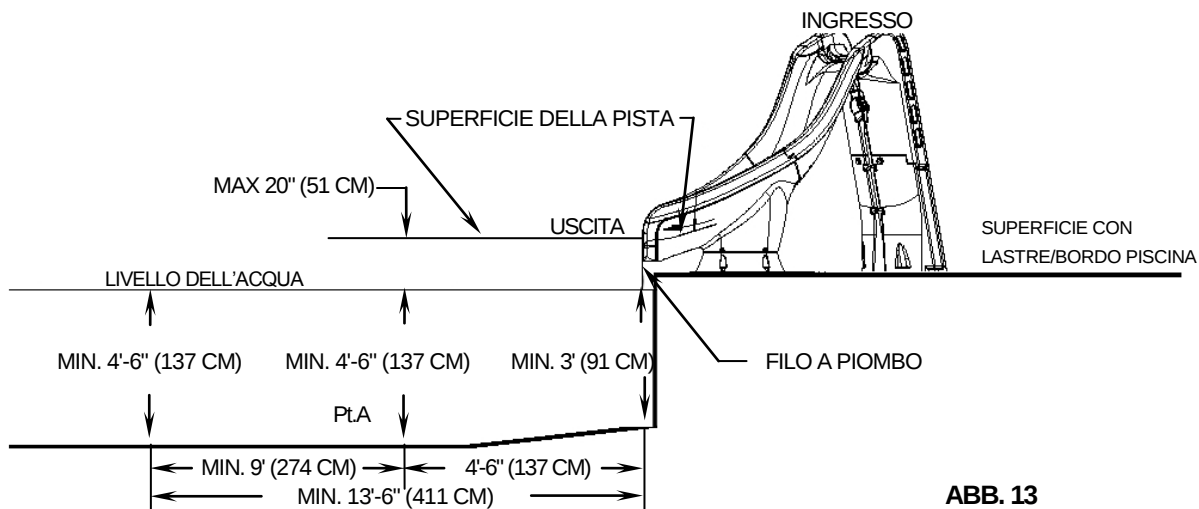

ABB. 13
1. Die für die Installation der Typhoon-Rutsche erforderlichen Abmessungsvoraussetzungen finden Sie in **ABB. 13 & 15**.
- A. Die Oberkante des Rutschbahnaustritts soll sich nicht mehr als einundfünfzig Zentimeter (51 cm/20 Zoll) über der Wasseroberfläche befinden (siehe **ABB. 13**).
- C. Die Mindestwassertiefe unterhalb der Austrittslippe der Rutsche muss einundneunzig Zentimeter (91 cm/3 Fuß) betragen und steigt bei Punkt A auf einen Meter und sieben Zentimeter (1,07 m/42 Zoll) an. Punkt A befindet sich in einem Abstand von einem Meter und siebenunddreißig Zentimetern (1,37 m/54 Zoll) von der Austrittslippe der Rutsche (siehe **ABB. 13**).
- D. Gemessen entlang der verlängerten Rutschbahnmittellinie muss von Punkt A aus bis zu einem Abstand von zwei Metern und vierundsiebzig Zentimetern (2,74 m/9 Fuß) eine Mindestwassertiefe von einem Meter und sieben Zentimetern (1,07 m/42 Zoll) eingehalten werden (siehe **ABB.13**).
6. Überprüfen Sie regelmäßig die Position des Rutschenaustritts wie in ABB. 13, 14 und 16 auf den Seiten 6 und 7 dargestellt.